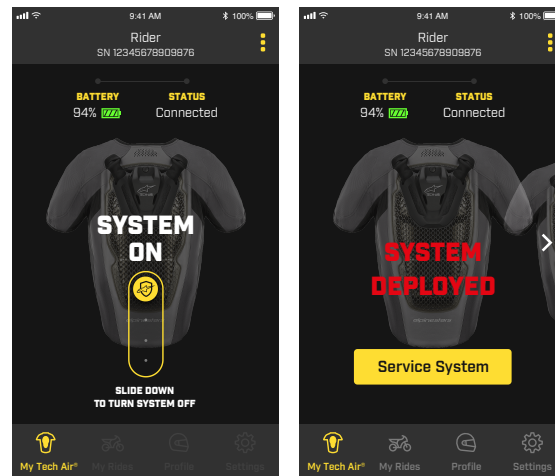

Figure 12
L'application fournit des informations sur le mode de fonctionnement réel du système, en vérifiant si le système fonctionne correctement ou non. L'indication « System On » (« Système activé ») affichée à l'écran indique que la vérification du système a réussi et que le système est actif. Lorsque le mode « System On » est activé et, par conséquent, pour des raisons de sécurité, l'utilisateur ne peut pas accéder à la plupart des fonctions de l'application. Dans le cas où le système doit être désactivé par l'utilisateur, comme lors d'une session de conduite intense hors route, le système peut être désactivé à l'aide de l'icône glisser sur l'application (comme illustré à la Figure 12). Pour réactiver, utiliser l'icône glisser ou ouvrir et fermer le rabat avant (2).
À partir de l'application, l'utilisateur peut également vérifier le déploiement réel du système lors d'un accident car le déploiement du système est affiché sur l'application (voir la Figure 12 dans laquelle l'état du système est affiché).